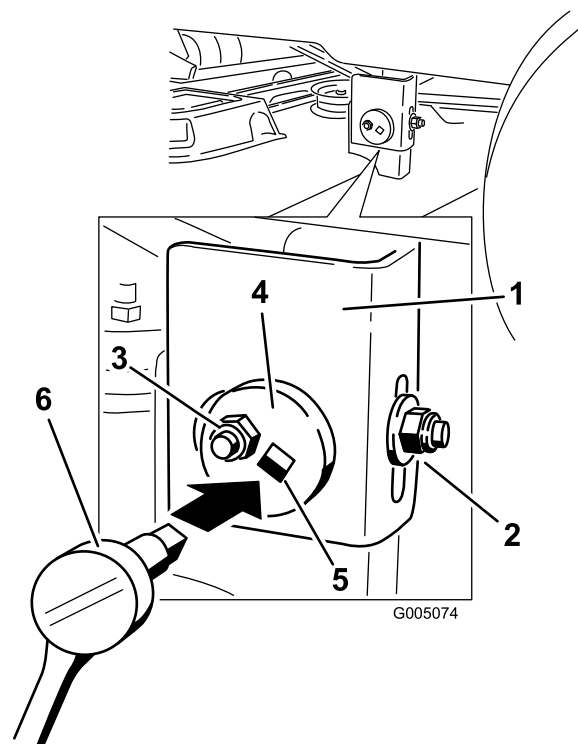

Figura 49
- Spostatevi sul lato sinistro della macchina. Allentate, ma non togliete, il dado di bloccaggio posteriore sul supporto di sospensione (Figura 49).
- Allentate il dado di bloccaggio laterale sul supporto di sospensione appena a sufficienza per poter regolare la piastra eccentrica (Figura 49). Utilizzate una prolunga di 3/8 poll. su una chiave a tubo per manovrare la piastra eccentrica. Utilizzate la chiave per riposizionare l'altezza del piatto di taglio e regolare l'altezza desiderata.
- Fermate il piatto di taglio nella posizione regolata e serrate il dado di bloccaggio laterale sul supporto di sospensione per fissare la nuova posizione (Figura 49). Serrate il dado di bloccaggio posteriore sul supporto di sospensione.